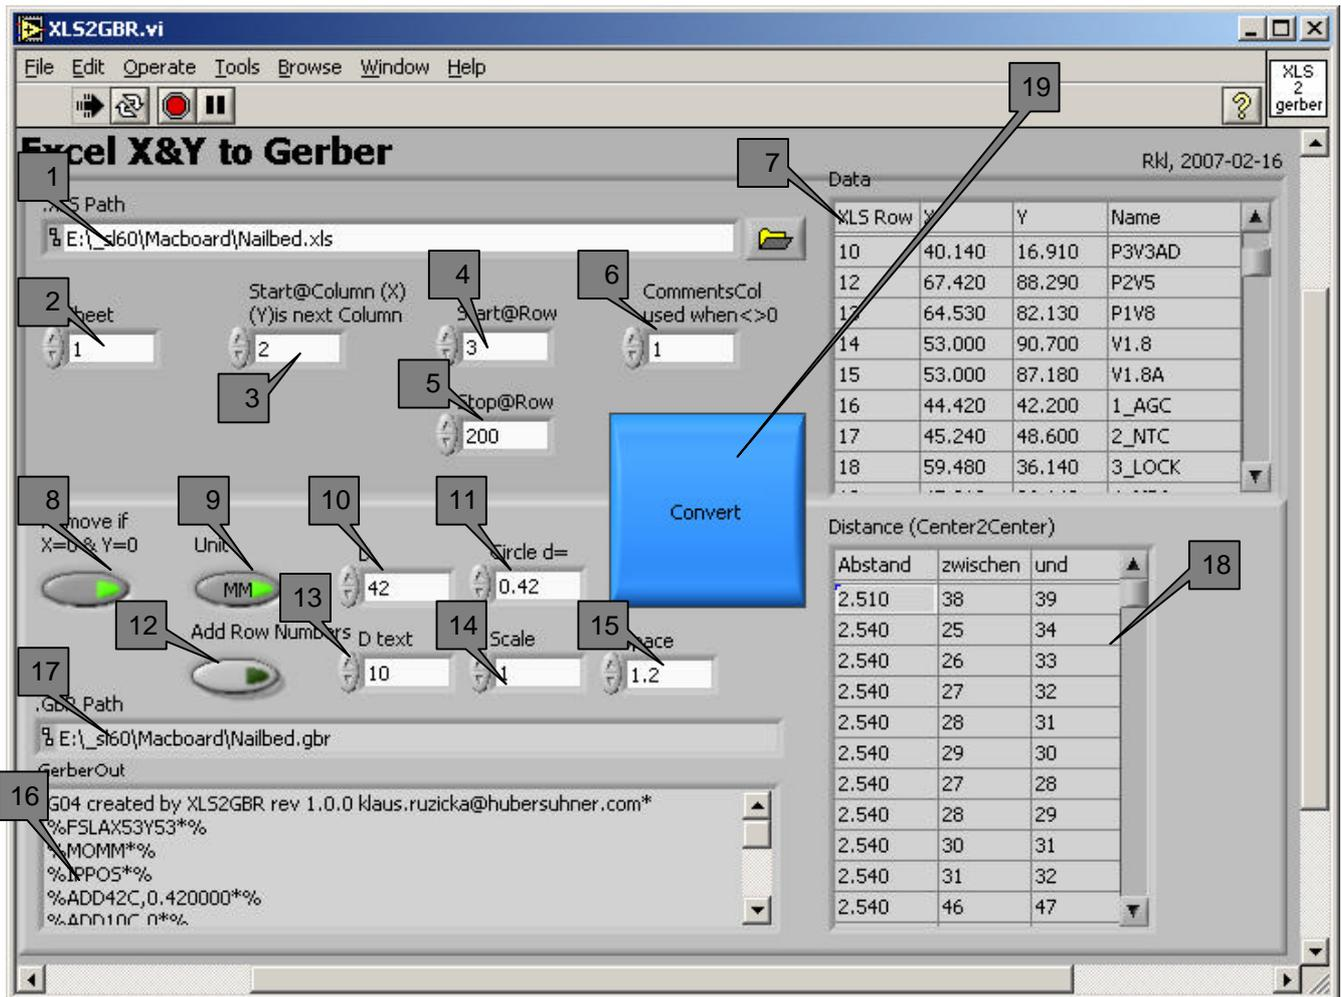

Bild 2 XLS2GBR Konverter
Erstellen Sie ein Excelfile mit den Informationen zu den Testpunkten. Bild 1 zeigt ein typisches File. Die Calloutboxen verweisen auf die entsprechenden Optionen im Konverter (siehe dazu Bild 2).
Starten Sie nun den Konverter mit den benötigten Parametern (siehe dazu Bild 2) und führen Sie die Konversion durch Betätigen des Convert-Buttons (18) aus. Es wird ein Gerber RS-274X kompatibles File erstellt (Genauigkeit 5.3).